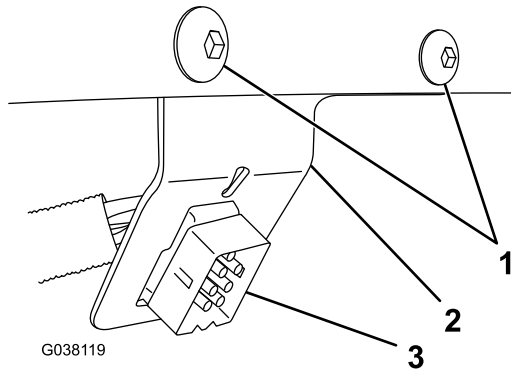

Bild 9
2. Ziehen Sie den Anschluss des Schneeschild-Steuergeräts und das schwarz/rote Kabel unter der Motorhaube in die Fahrzeugkabine (**Bild 9**).
3. Befestigen Sie den Anschluss des Schneeschild-Steuergeräts an der Armaturenbretthalterung, befestigen Sie die Halterung links neben dem Lenkrad mit zwei Blechschrauben (**Bild 9**).